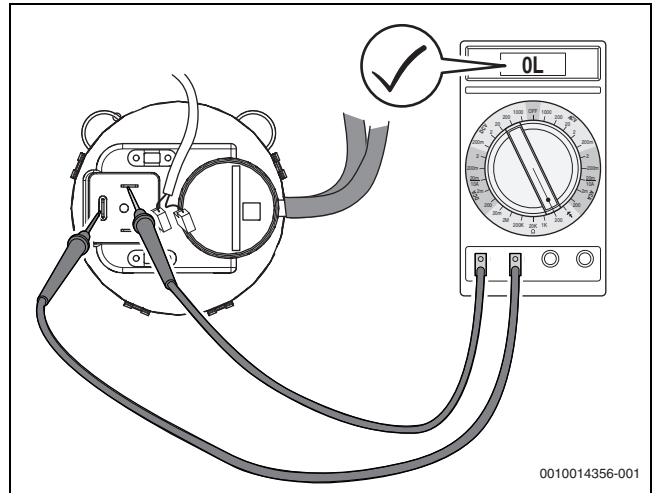
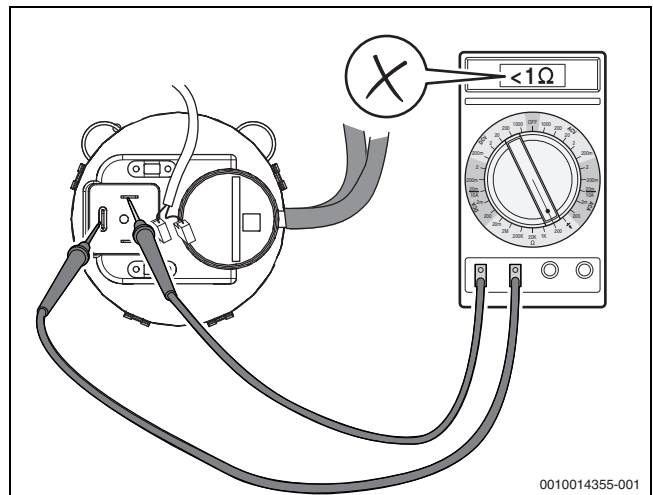

Bild 74 Differenzdruckwächter auf Durchgang prüfen (Differenzdruckwächter in Ordnung)
Bild 75 Elektrischen Widerstand an den Kontakten des Differenzdruckwächters messen (Differenzdruckwächter **nicht** in Ordnung)
- Elektrische Anschlussleitungen am Differenzdruckwächter abziehen und Widerstand an den Kontakten messen (→Bild 74). Wenn kein Wert oder ein Widerstand $> 1\text{ Ohm}$ angezeigt wird, ist der Differenzdruckwächter in Ordnung. Wenn der gemessene Wert $< 1\text{ Ohm}$ beträgt (oder Signalton, je nach Messgerät; →Bild 75), Differenzdruckwächter austauschen.